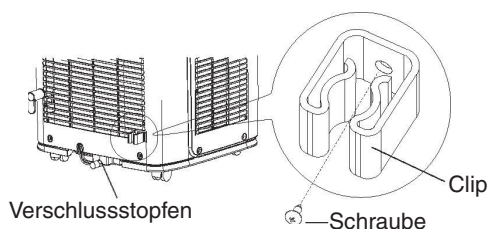

Bild 11: Clip für den Kondenswasserablaufschlauch anbringen
1. Den mitgelieferten Clip mittels ebenfalls mitgelieferter Schraube, wie in untenstehender Abbildung (Bild 11) gezeigt, anbringen.